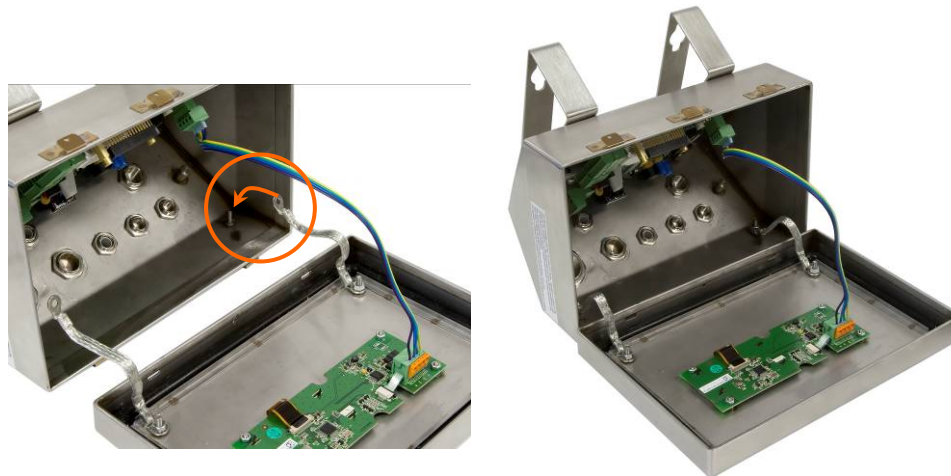

Figura 2-22: Inversión de la tapa
- c. Gire con cuidado la tapa frontal 180 grados y vuelva a conectar las dos cintas de conexión a tierra en los dos manguitos de sujeción mediante las dos tuercas retiradas en el paso anterior como se muestra en la Figura 2-22. Apriete las dos tuercas.